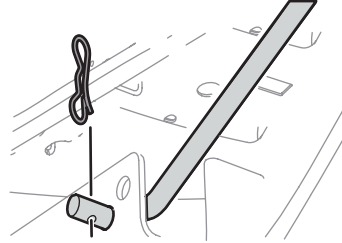

Figura 25
- Tire del pasador de chaveta hacia afuera de la varilla de elevación delantera de la plataforma que la sujeta a la plataforma. Consulte la Figura 25. Saque la varilla de elevación de la plataforma del soporte de suspensión delantera.